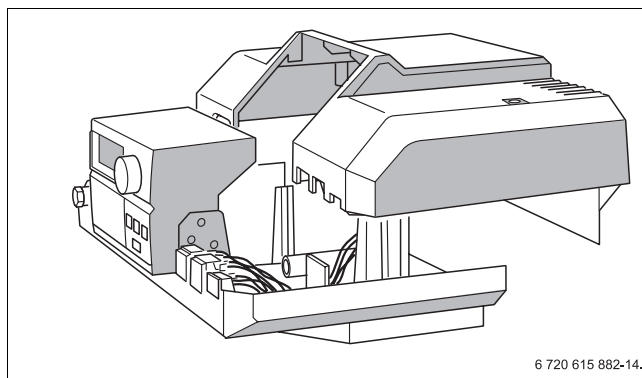

Рис. 16 Монтаж системы управления 2000
- ▶ Наденьте крышку и установите систему управления (→ рис. 16).